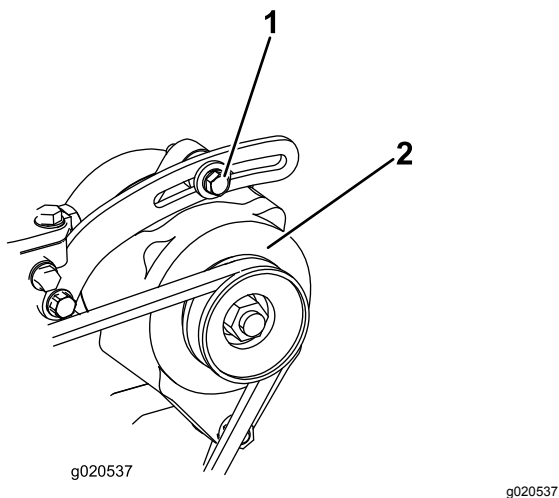

Figura 64
Compruebe la condición y la tensión de la correa (Figura 64) cada 100 horas de operación.
2. Si la desviación no es de 10 mm (3/8"), afloje los pernos de montaje del alternador (Figura 64). Aumente o reduzca la tensión de la correa del alternador y apriete los pernos. Verifique de nuevo la desviación de la correa para asegurarse de que la tensión es la correcta.